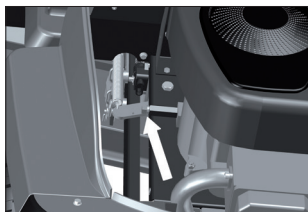

Fig. 36
3. Retire o bujão do dreno do óleo e deixe-o escorrer no recipiente [Fig. 36].